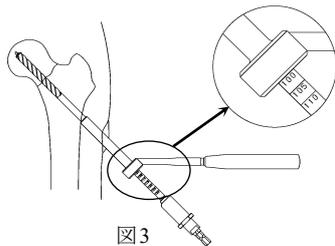

図3
3) ドリルスリーブを介して、7.2 中空ドリルにて、ガイドピンが骨頭を貫通しないようイメージインテンシファイヤー（X 線透視）で確認しながら骨頭軟骨下までドリリングし、ドリルスリーブ先端が確実に骨面に接触した状態で、目盛りを読み取ります。(図3)